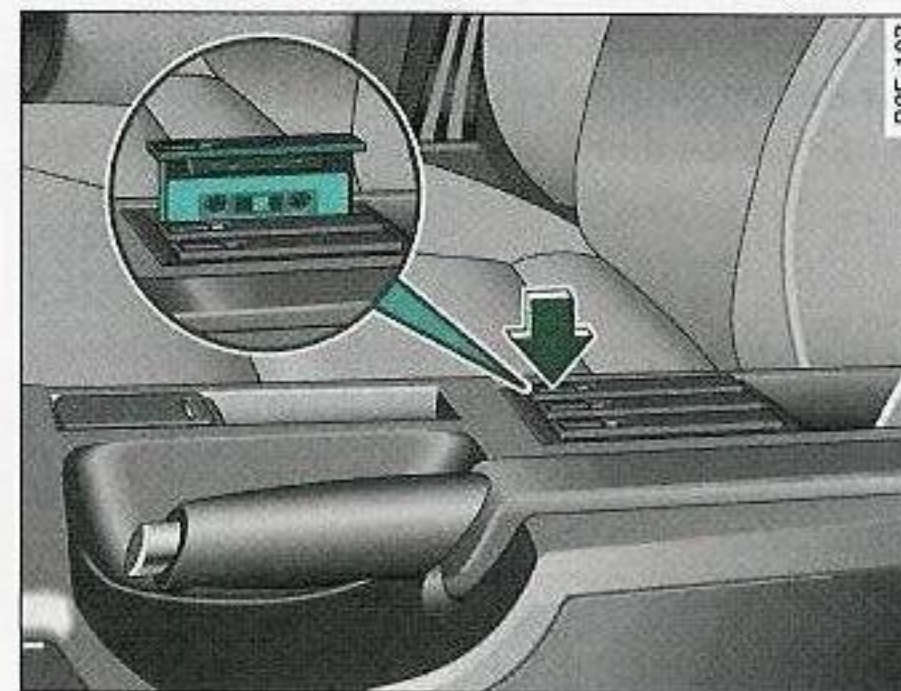

Fig. 124 Compartimento para casetes en la consola central
- Presione la tecla ⇒ fig. 124 para abrir el compartimento.